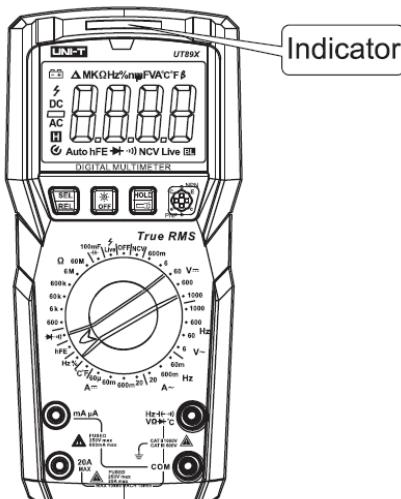

Рисунок 11
9.9 Измерение hFE транзисторов (Рисунок 11)
- Установите транзистор в гнездо база (B), эмиттер (E) и коллектор (C) (тип PNP или NPN). Тестер покажет примерный коэффициент усиления.